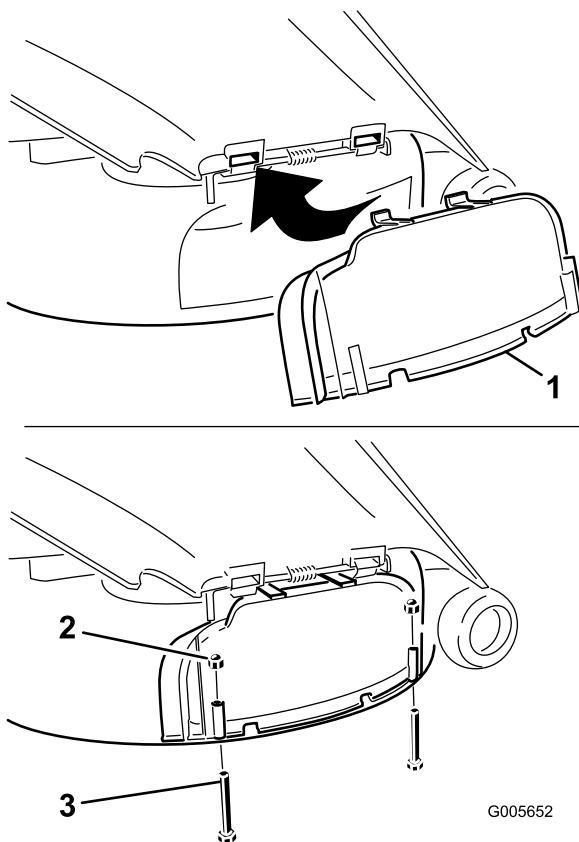

Figure 27
3. Soulevez le déflecteur d'herbe et glissez les languettes en haut de l'obturateur d'éjecteur, sous la tige de retenue du déflecteur d'herbe. Abaissez le couvercle de l'éjecteur sur l'ouverture et sur le bord inférieur du plateau de coupe (Figure 27).
et deux écrous borgnes (1/4 pouce), comme illustré à la Figure 27.